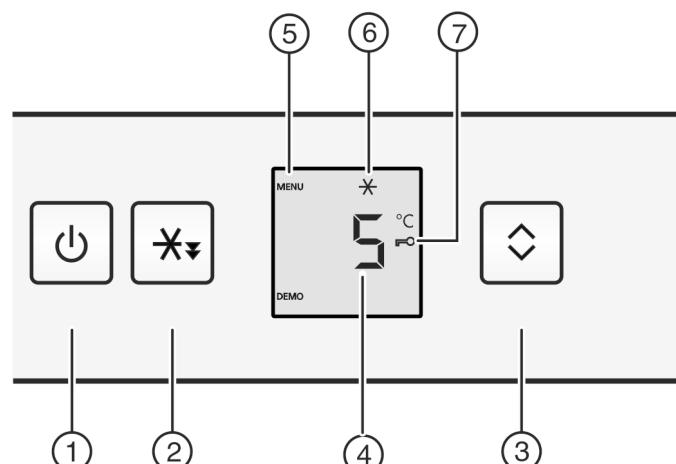

Fig. 2
- Premere il tasto On/Off Fig. 2 (1).
- Premere il tasto Raffreddamento rapido Fig. 2 (2) per ca. 5 secondi.
- ▷ Sul display viene visualizzato il simbolo menu Fig. 2 (5).
- Confermare brevemente con il tasto Raffreddamento rapido Fig. 2 (2).
- ▷ Sul display si illumina il simbolo sicurezza bambini Fig. 2 (7).
- Premere brevemente il tasto On/Off Fig. 2 (1).
- premere brevemente il tasto Raffreddamento rapido Fig. 2 (2).
- ▷ Il simbolo Raffreddamento rapido Fig. 2 (6) si illumina nel display.
- ▷ Il simbolo Raffreddamento rapido Fig. 2 (6) si spegne nel display.